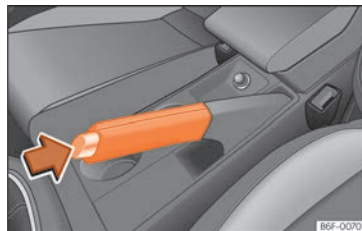

Fig. 219 Freno de mano entre los asientos delanteros.
- Tire con fuerza de la palanca del freno de mano hacia arriba » **fig. 219**.
- Tire ligeramente de la palanca hacia arriba, presione el botón de desbloqueo en la dirección de la flecha » **fig. 219** y baje completamente la palanca » ⚠.